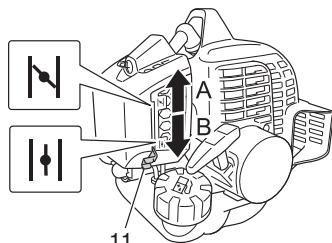

Fig. 10
(3) Réglez le levier du starter (11) à la position de démarrage (fermé) (A). (Fig. 10)
- (5) Dès les premiers soubresauts du moteur, ramenez le starter en position ouverte (B). (Fig. 10)